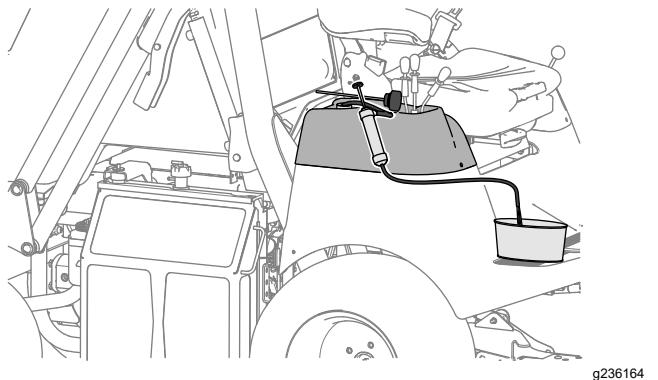

Figura 101
4. Utilize uma bomba de sifão para esvaziar o depósito hidráulico (Figura 101).